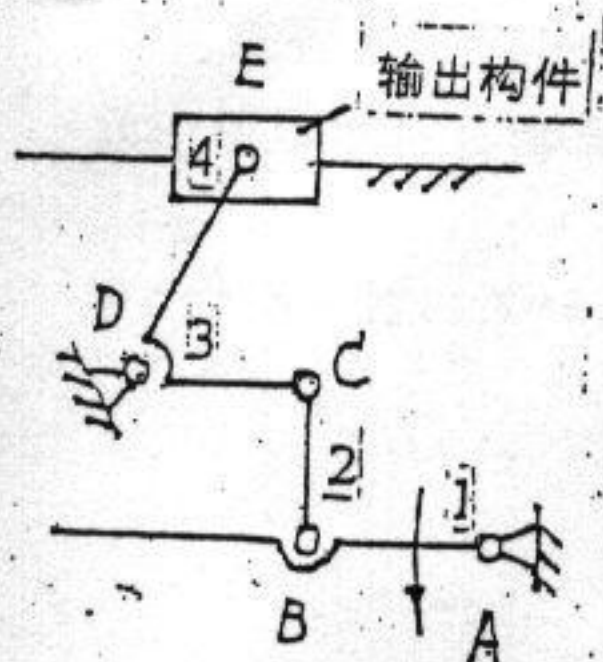

图4
1. 图4所示为一机构设计方案简图。设计者的思路是：动力由构件1输入，通过构件2使构件3往复摆动，并带动滑块4往复移动。分析此方案能否实现设计者的意图？如不能？应如何修改？提出4个修改方案并分别画出修改后的机构运动简图（修改方案应保持原动件与输出构件的相对位置不变，固定铰链和导路的相对位置不变）。